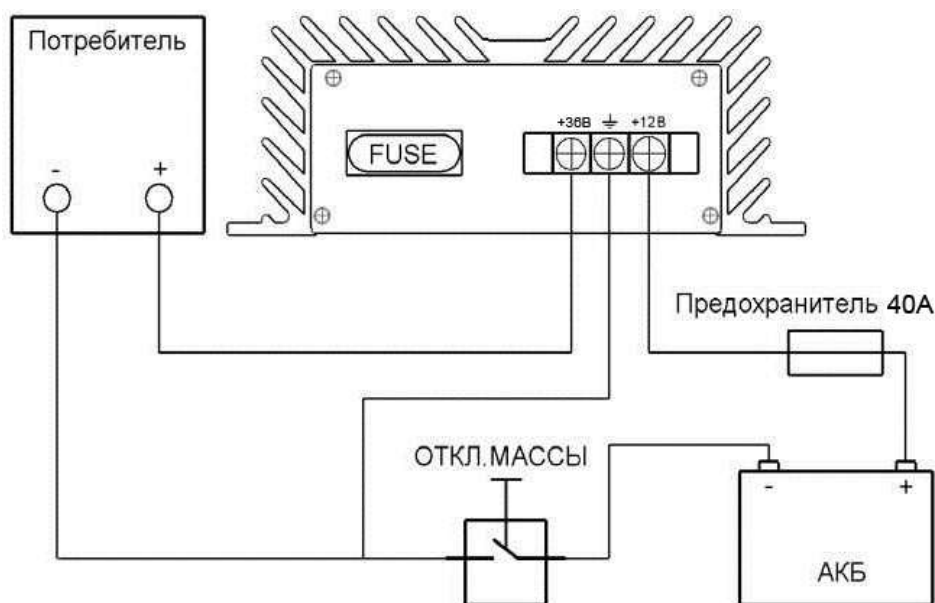

Рис. 1: Схема подключения устройства
4.3 Подключите клемму «+12В» преобразователя к бортовой сети автомобиля через дополнительно установленный предохранитель. Номинал дополнительного предохранителя — 40А; (См. рис. 1).